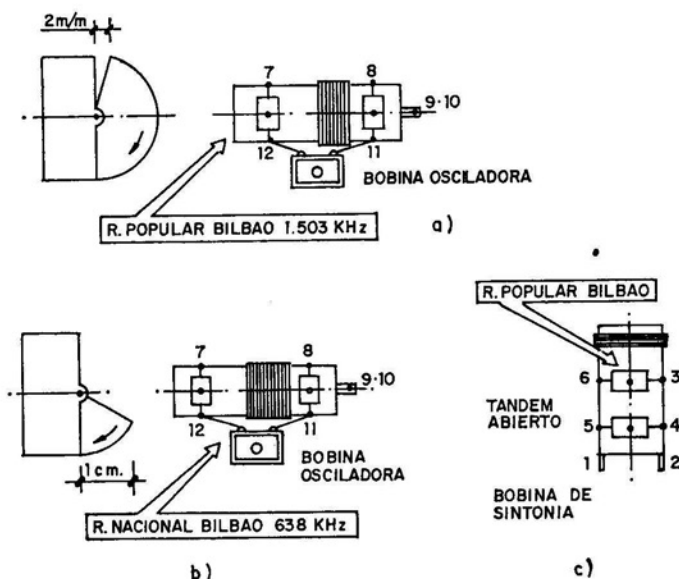

Fig. T5-3
1.º Con el tándem casi abosolutamente abierto, a falta de unos 2 milímetros, para su abertura total, retocar suavemente el trimmer que hay en la bobina pequeña, entre las patas 7 y 12, hasta escuchar lo mejor y más claro posible Radio Popular de Bilbao (1.503 KHz) (ver la figura T5-3, a).
2.º Con el tándem casi cerrado del todo, a excepción de 1 centímetro, mover suavemente el tornillo del padder hasta escuchar lo más fuerte y nítido posible Radio Nacional de España en Bilbao, de 638 KHz (ver la figura T5-3, b).
4.º Con el tándem abierto, a excepción de 2 milímetros, retocar el trimmer superior de la bobina grande, para lograr la mejor audición de Radio Popular de Bilbao (ver la figura T5-3, c).